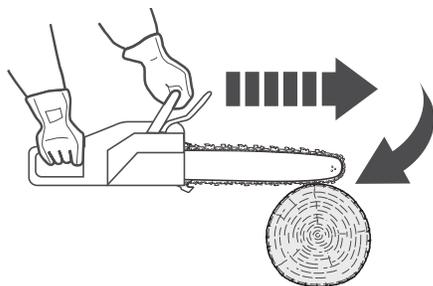

Fig. 33
1. Um aperto da corrente (10) ao longo da parte inferior da guia (11) pode resultar num movimento para a frente na direção oposta ao utilizador (Fig. 33).